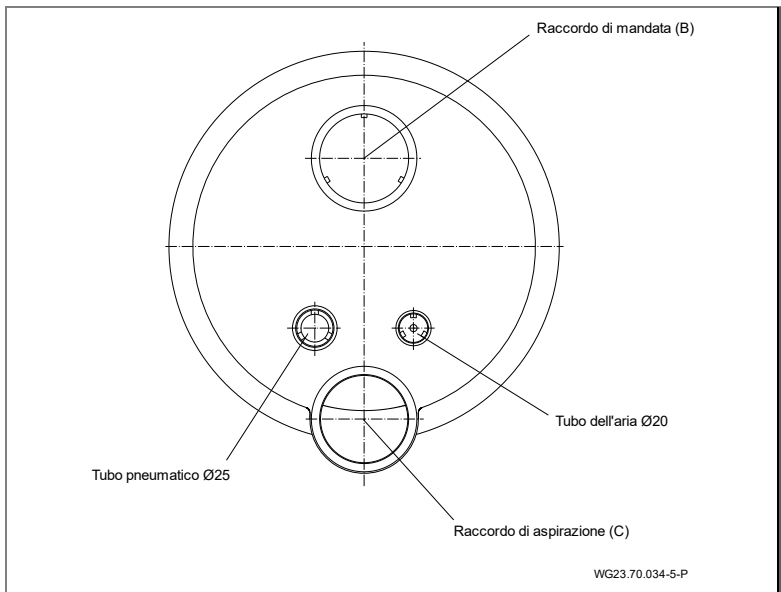
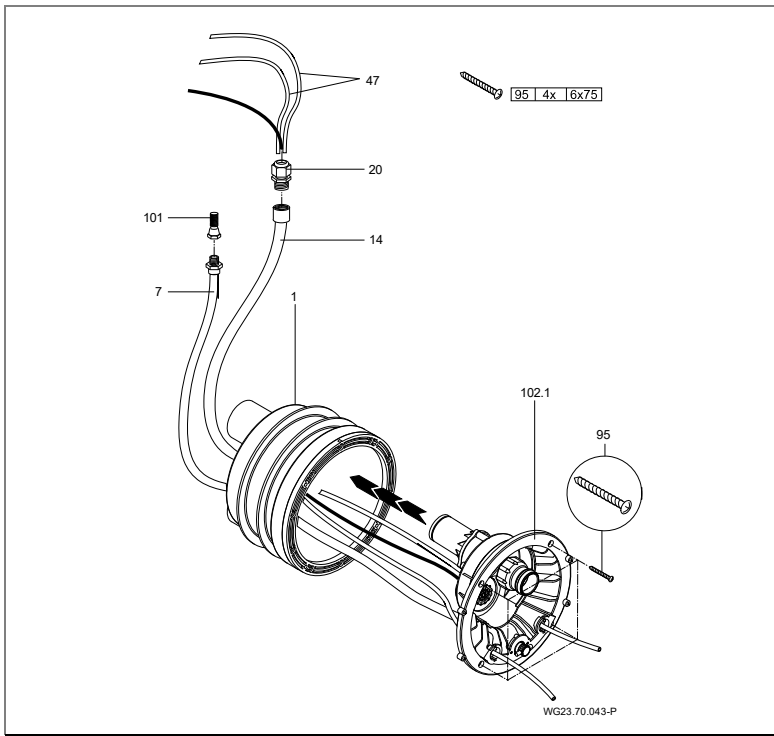

Fig. 15
Fig. 16
1. Incollaggio della guaina di protezione cavi e del tubo flessibile convogliatore dell'aria. (Fig. 15)
2. Applicare l'alloggiamento degli ugelli (102.1) sul corpo da murare (1).
4. Fissare il tubo dell'aria con il morsetto (8) al regolatore aria (21) montato da parte del costruttore.
5. Fissare l'alloggiamento degli ugelli (102.1) con quattro viti autofilettanti () al corpo da murare (1). (Fig. 16)